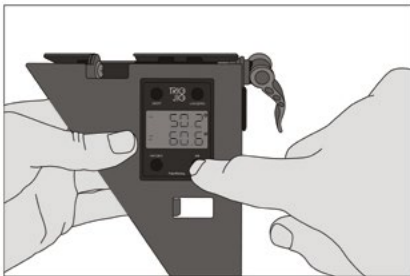

bild 14
- Der Winkel, mit dem die Säge durch die Volute schneidet, heißt Schrägwinkel. Diesen können Sie bestimmen, indem Sie auf den M/B Knopf drücken (Bild 14).